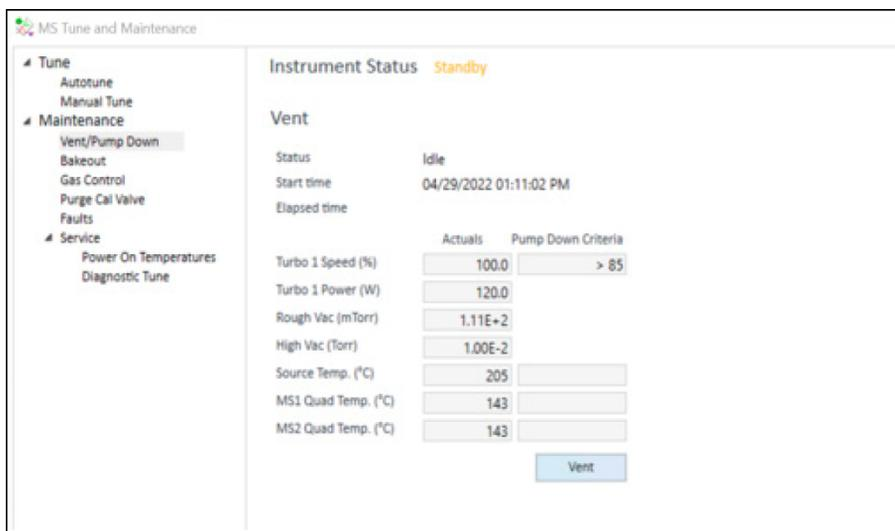

Figura 37. Estado del cuadro de diálogo Pumpdown
- 14 Aparecerá el cuadro de diálogo **Pumpdown** (Vaciado). (Consulte la **Figura 37**). Se le solicitará que compruebe que la válvula de purga está cerrada.